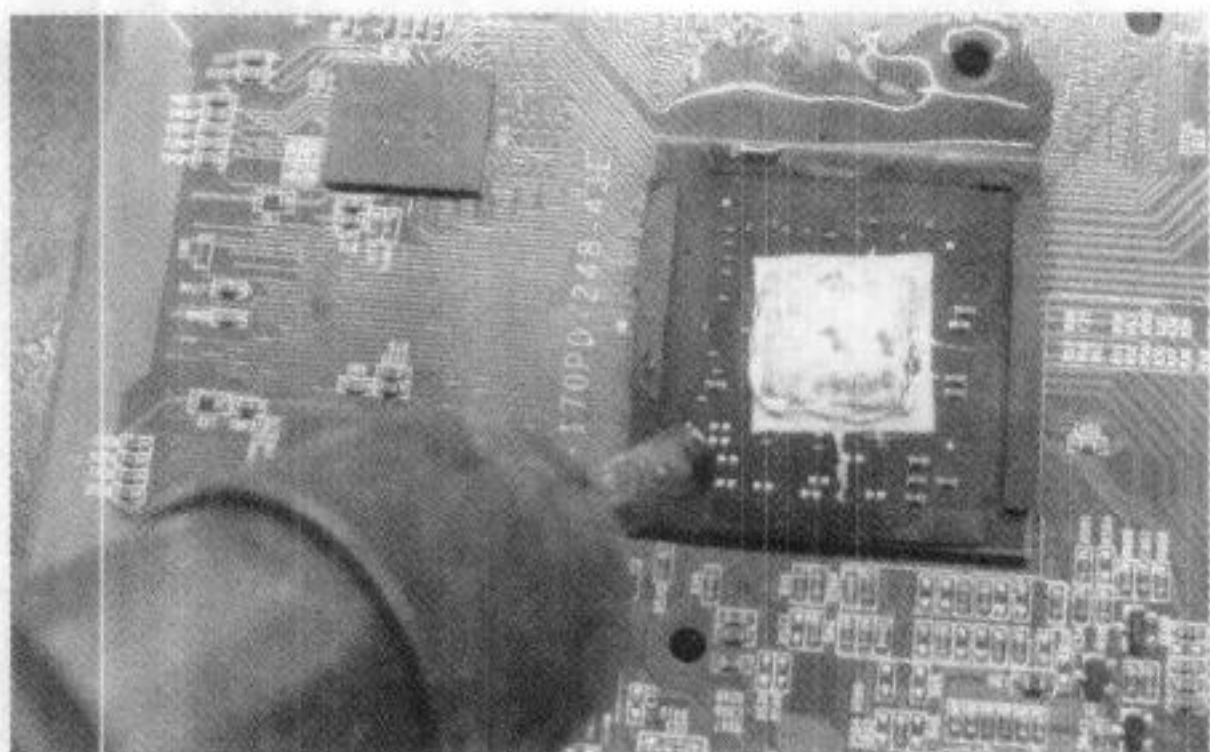

图 4-30 注入焊膏
(4) 风枪温度 300°C , 风速 5, 对准 GPU 旋转加热, 如图 4-30 所示。让焊膏慢慢融化, 流入 GPU 下面。